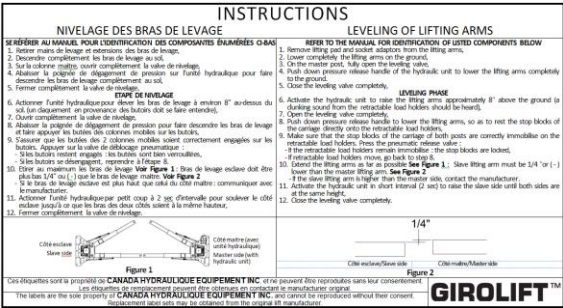

FIGURE 22 : ÉTIQUETTE NIVELAGE DES BRAS DE LEVAGE
- 3. ÉTIQUETTE DE NIVELAGE DES BRAS DE LEVAGE DE CANADA HYDRAULIQUE ÉQUIPEMENT INC. VOIR **FIGURE 22**.